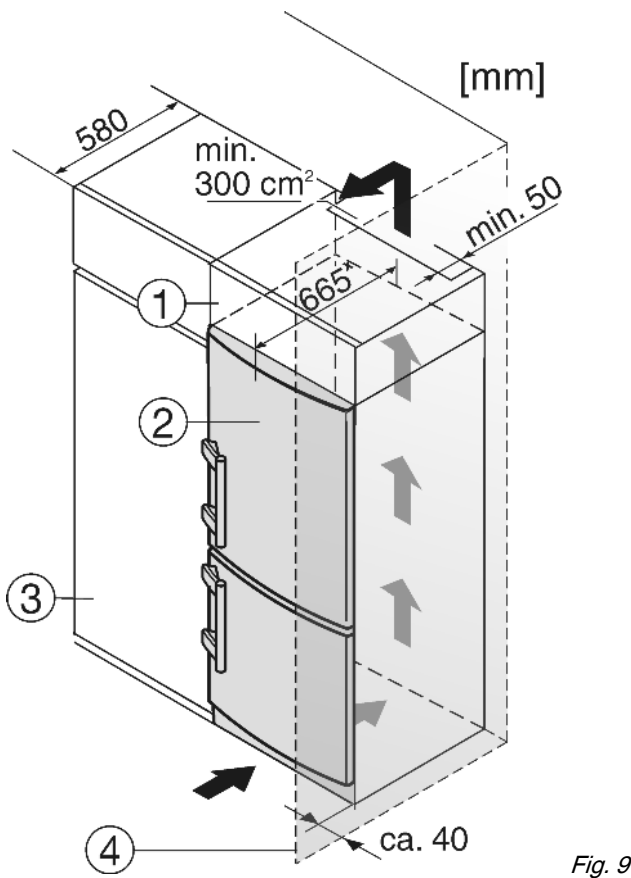

Fig. 9
Het apparaat *Fig. 3 (5)* kan worden ingebouwd in de keuken. Om het apparaat aan de hoogte van het keukenblok aan te passen, kunt u er een passende opbouwkast *Fig. 9 (1)* op plaatsen.
Bij ombouw met keukenkasten (max. diepte 580 mm) kan het apparaat direct naast de keukenkast *Fig. 9 (3)* worden opgesteld. Ten opzichte van het keukenkastfront steekt het apparaat opzij 70 mm \* en in het midden van het apparaat 85 mm \* uit.
Plaast u het apparaat met de scharnierkant naast een muur *Fig. 9 (4)*, dan moet de afstand tussen apparaat en muur minstens 40 mm bedragen. Dit in verband met het uitsteken van de deurgreep bij een geopende deur.